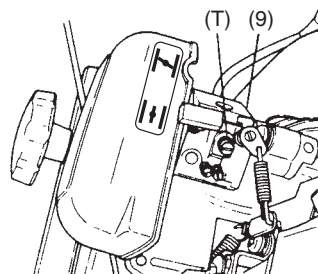

Рис. 6
5. Регулировка карбюратора (Рис. 6)